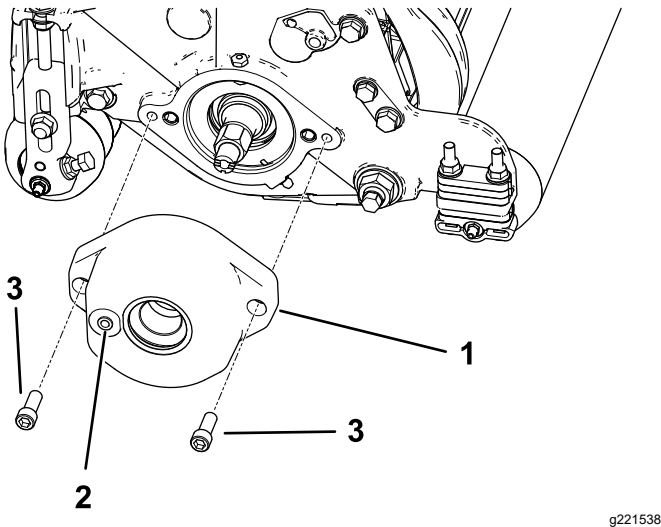

Figura 4
2. Apenas para o modelo 03408: monte a caixa da escova do rolo na estrutura dos rolamentos do cilindro com 2 parafusos sextavados ($\frac{3}{8}$ pol. x 1 pol.); consulte a Figura 4.